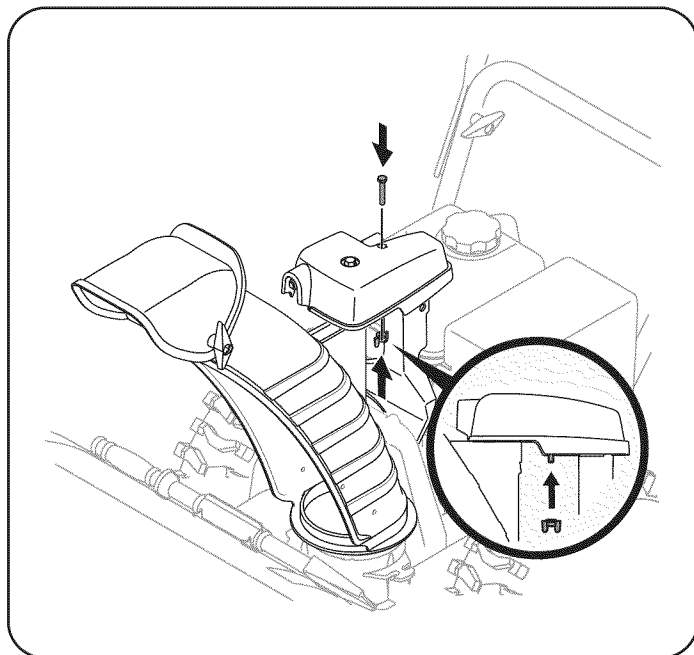

Figura 6
7. Termine de asegurar la cabeza de control del canal de soporte del conducto de soporte con la tuerca de mariposa y el tornillo hexagonal retirados anteriormente. Véase la Figura 6.